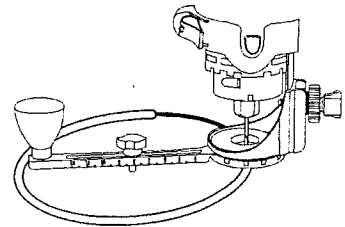

Fig. 14
6. Cuando el motor llegue a la velocidad debida, enderece lentamente la herramienta y el montador de círculos, dejando que la broca penetre en la pieza de trabajo (ver la fig. 14). Tenga cuidado de mantener la punta de pivote ubicada en el centro del círculo que debe cortar. Cuando se enderece la herramienta y la broca haya traspasado la pieza de trabajo, mueva la herramienta lentamente en sentido horario con una presión sostenida para hacer el círculo. Continúe cortando el círculo, manteniendo la herramienta derecha y girando alrededor del punto de pivote del cortador de círculos.